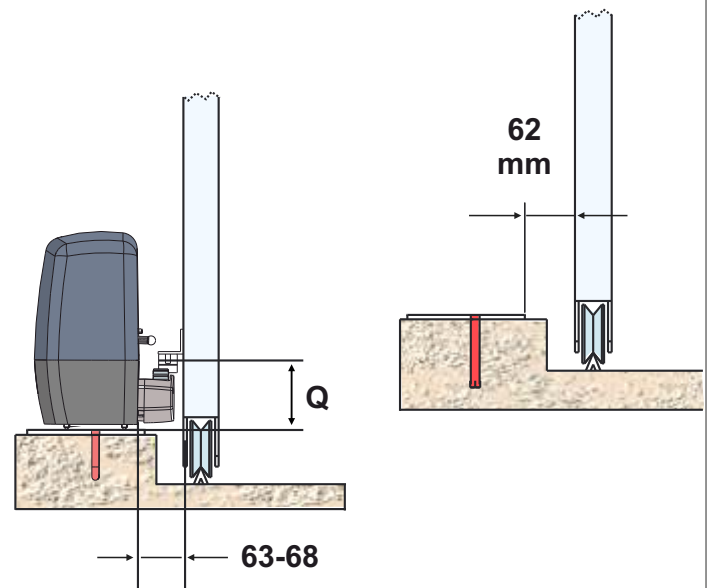
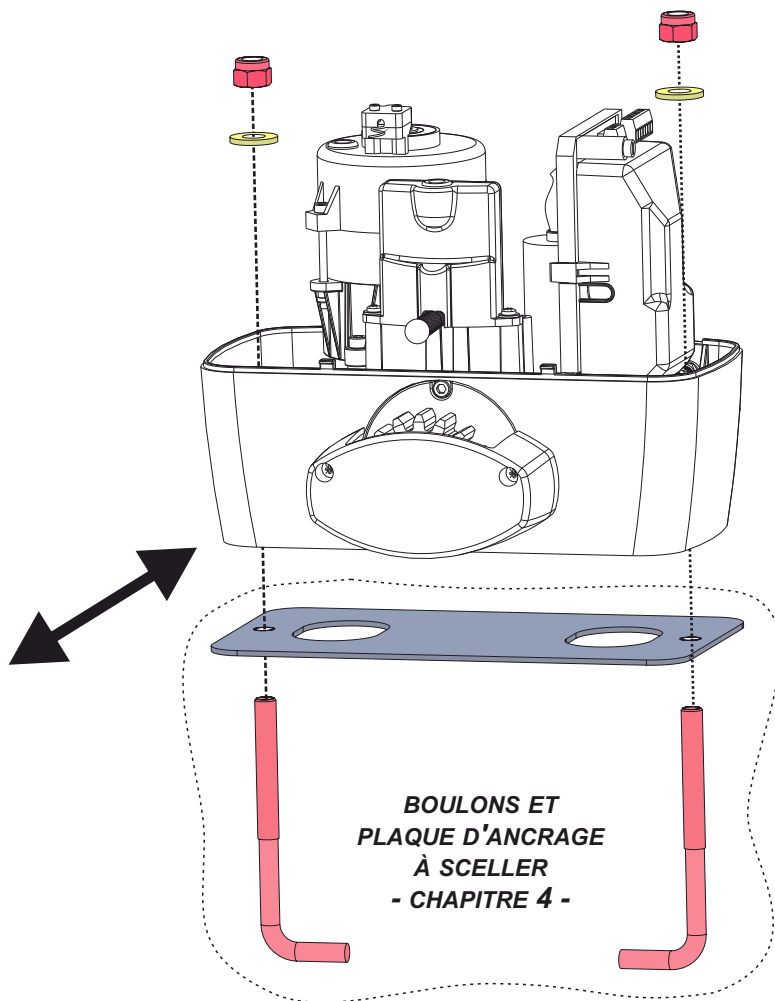

Fig. 4
Fig. 7
- 4.3. Avant de sceller la plaque d'ancrage, assurez-vous qu'elle est parfaitement horizontale et que la dimension de **63 - 68 mm** indiquée sur la Fig. 4 est respectée.
6.2. Fixer le motoréducteur à la plaque de fondation à l'aide des 2 écrous fournis, en réglant sa position latérale - Fig. 7 - pour respecter les dimensions indiquées sur la Fig. 4